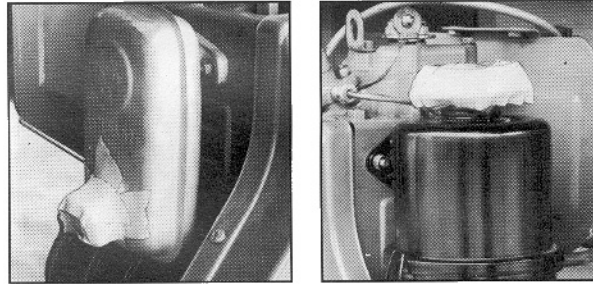

Рис. 31
7. Заклейте липкой лентой входное отверстие воздушного фильтра и выхлопное отверстие глушителя (рис. 31).